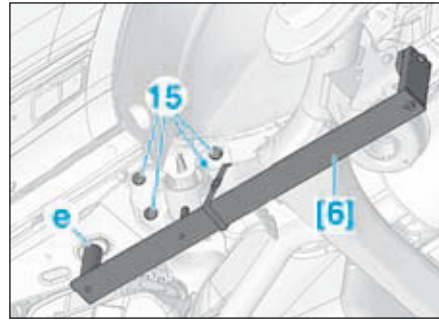

FIG.71
- Déposer les obturateurs en (e) (Fig.71).
- Reposer les vis (15).